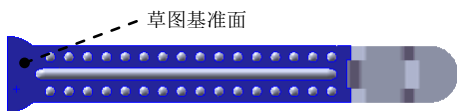

图 15.3.41 草图基准面
(2) 定义特征的横断面草图。
① 定义草图基准面。选取图 15.3.41 所示的表面作为草图基准面。